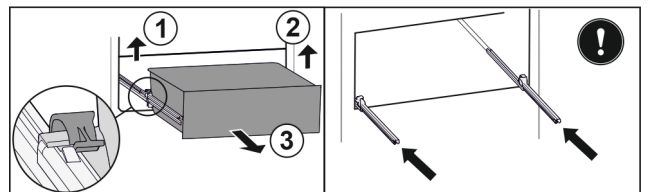

Fig. 48
- ▶ Linke Klemme anheben und gleichzeitig Schubfach links nach vorne ziehen. Fig. 48 (1)
- ▶ Rechte Klemme anheben und gleichzeitig Schubfach rechts nach vorne ziehen. Fig. 48 (2)
- ▶ Schubfach nach vorne entnehmen. Fig. 48 (3)